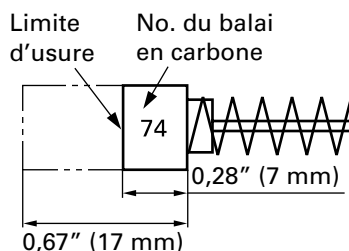

Fig. 11
## 3. Contrôle des balais en carbone (Fig. 11)
**REMARQUE:** Utiliser le balai en carbone HITACHI No. 74 indiqué sur la Fig. 11.